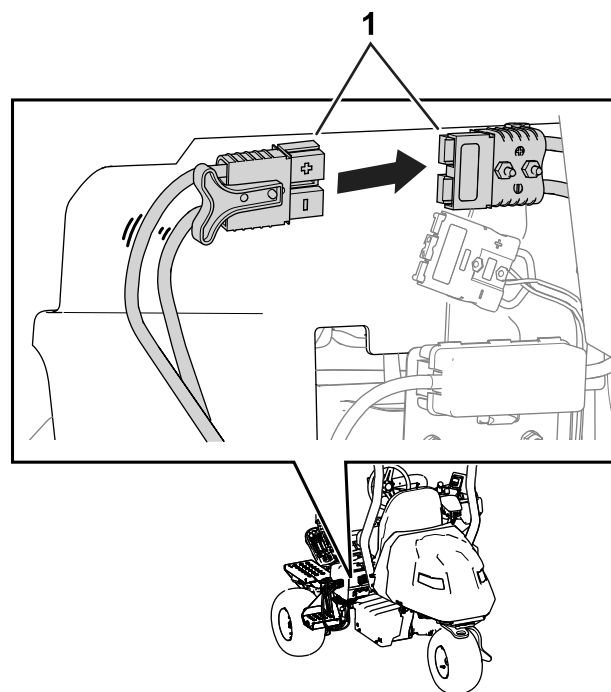

**Figura 9**
4. Sujete el contrapeso eléctrico al contrapeso existente con 2 tornillos, como se muestra en la Figura 9.